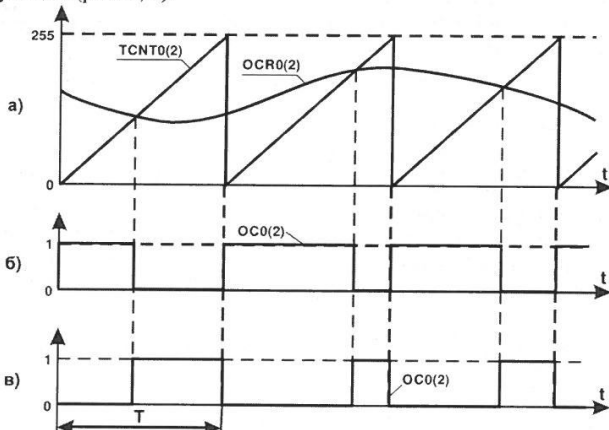

Рис. 2. Принцип работы таймеров T0 и T2 в режиме «Быстрый ШИМ»
В режиме *быстрого ШИМ* счетный регистр TCNT0(2) таймера производит формирование пилообразной развертки (рис. 2, а), инкрементируя свое значение по каждому импульсу с предделителя, который устанавливается в регистре управления TCCR0(2) таймера T0(T2). При достижении счетным регистром значения 255 происходит его автоматическое обнуление.
случае, если при совпадении $TCNT0(2)=OCR0(2)$ вывод $OC0(2)$ таймера обнуляется, то ШИМ получается неинвертирующим (рис. 2, б), а если при совпадении вывод устанавливается в состояние логической «1», то ШИМ – инвертирующий (рис. 2, в).